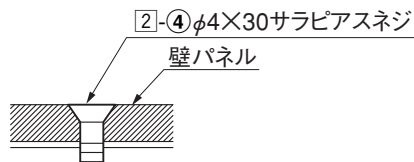

図16-1
- [2]-①は皿頭が壁パネルに埋まるように打込んでください。(図16-1参照)